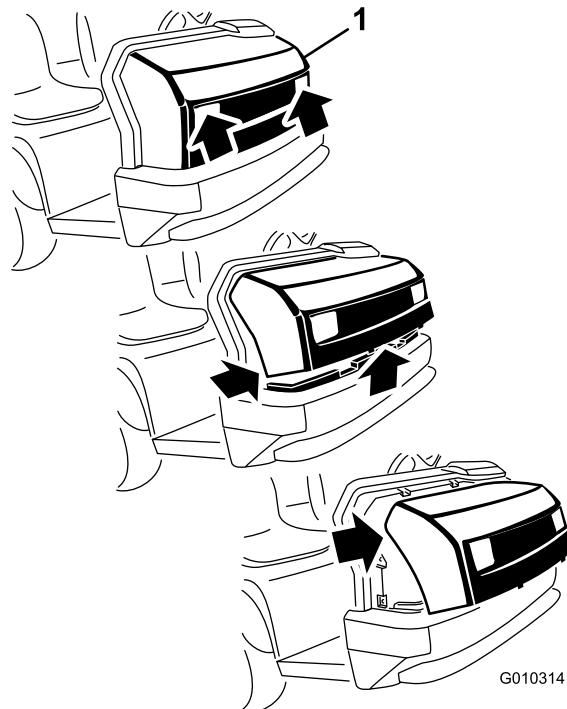

Рисунок 28
2. Потяните низ капота на себя и вверх, чтобы высвободить верхние монтажные лапки из пазов рамы (Рисунок 28).
3. Потяните верх капота на себя и отсоедините кабельные разъемы от фар (Рисунок 28).
2. Вставьте верхние монтажные лапки в пазы рамы (Рисунок 28).
3. Вставьте нижние монтажные лапки в пазы рамы (Рисунок 28).